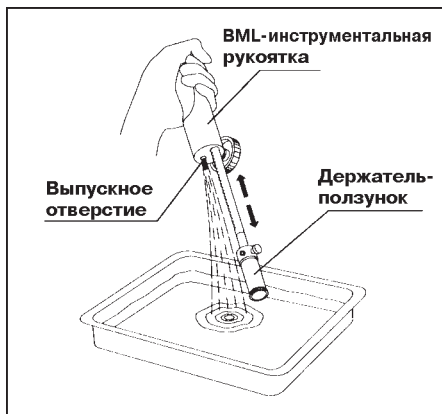

Рис. 5.4.
9. Направьте держатель-ползунок вниз таким образом, чтобы из выпускного отверстия выделилось остаточное количество раствора моющего средства. Затем два-три раза переместите держатель-ползунок в дистальном и проксимальном направлениях (см. рис. 5.4).
8. Направьте держатель-ползунок вниз таким образом, чтобы из выпускного отверстия выделилось остаточное количество раствора моющего средства. Затем два-три раза переместите держатель-ползунок в дистальном и проксимальном направлениях (см. рис. 5.4).
10. Извлеките BML-инструментальную рукоятку из смазочного материала. Направьте держатель-ползунок вниз таким образом, чтобы из выпускного отверстия выделилось остаточное количество смазочного материала. Затем два-три раза переместите держатель-ползунок в дистальном и проксимальном направлениях (см. рис. 5.4).